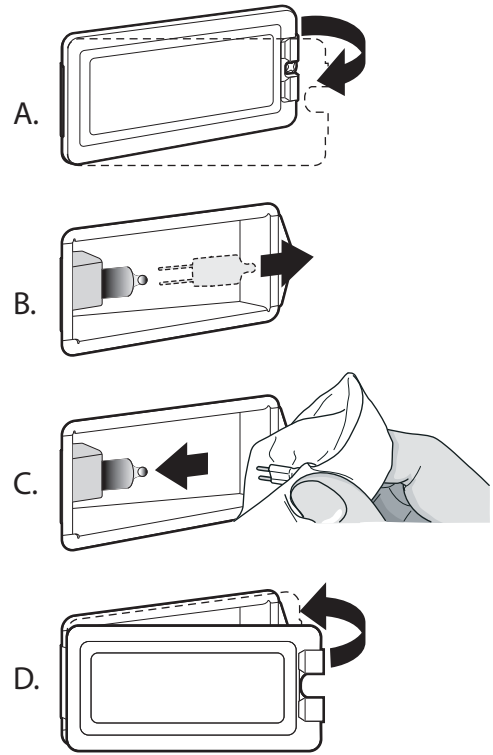

Figura 34: Ubicación de la abertura
3. Inserte un destornillador plano entre la atadura de fijación y la caja protectora (Figura 34, A).
6. Quite la tapa de la lente de vidrio (Figura 34, B).
8. Tire hacia abajo para instalar la bombilla correctamente (Figura 34, C).
9. Instale la lente de protección en la atadura del soporte y empuje la otra extremidad hasta que la atadura de fijación se enganche a la caja protectora (Figura 34, D).